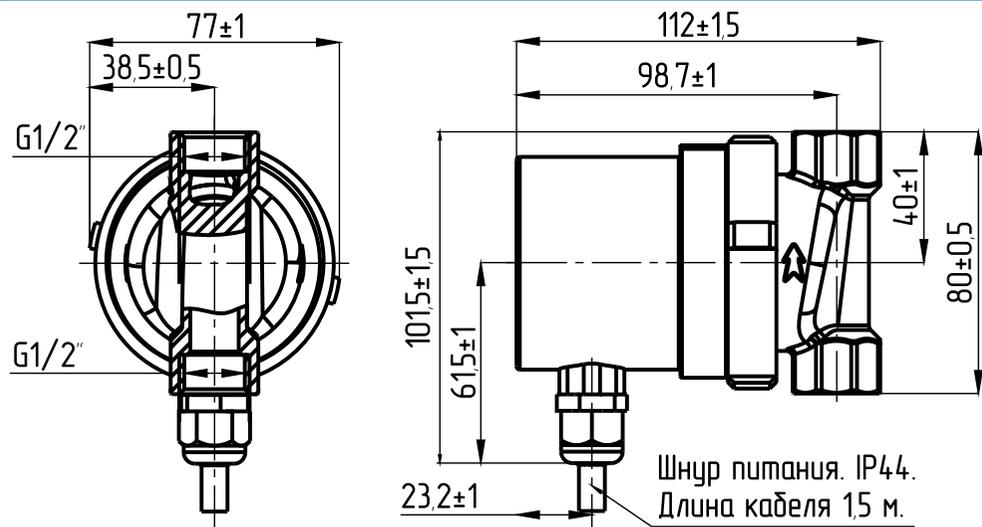

Рис.1 Монтажные размеры насоса.
2.5. Технические характеристики циркуляционного насоса приведены в таблице 1. Монтажные размеры указаны на Рис.1.